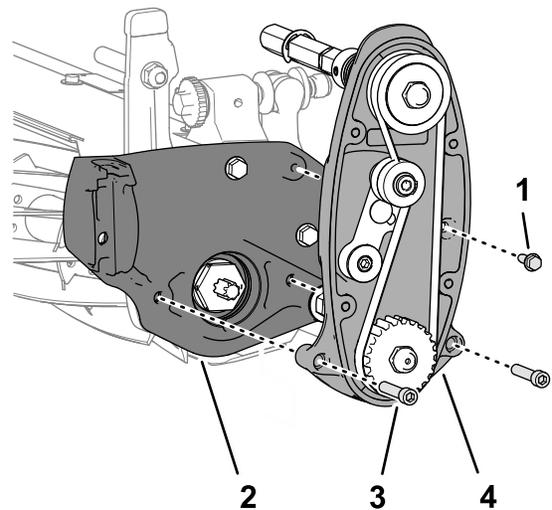

Figura 7
2. Remova o parafuso de cabeça flangeada (1/4 pol. x 3/4 pol.) que prende o conjunto da transmissão do cilindro à placa lateral da unidade de corte (Figura 7).
3. Remova os dois parafusos de cabeça sextavada interior (5/16 pol. x 1/2 pol.) das duas porcas de bloqueio (mantidas cativas na placa lateral) que prendem o conjunto da transmissão do cilindro à placa lateral da unidade de corte e remova a transmissão do cilindro (Figura 7).